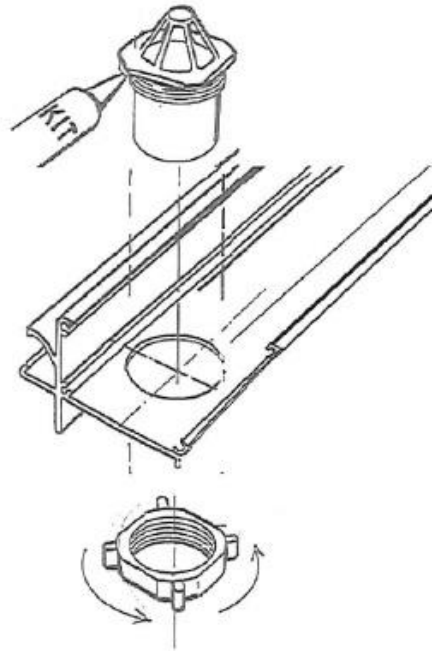

Abb. 6
- 1.11 Entfernen Sie die Mutter von dem Blattfänger. Abb.: 6
- 1.12 Bringen Sie rund um den Blattfänger Silikon von unten an. Abb.: 6